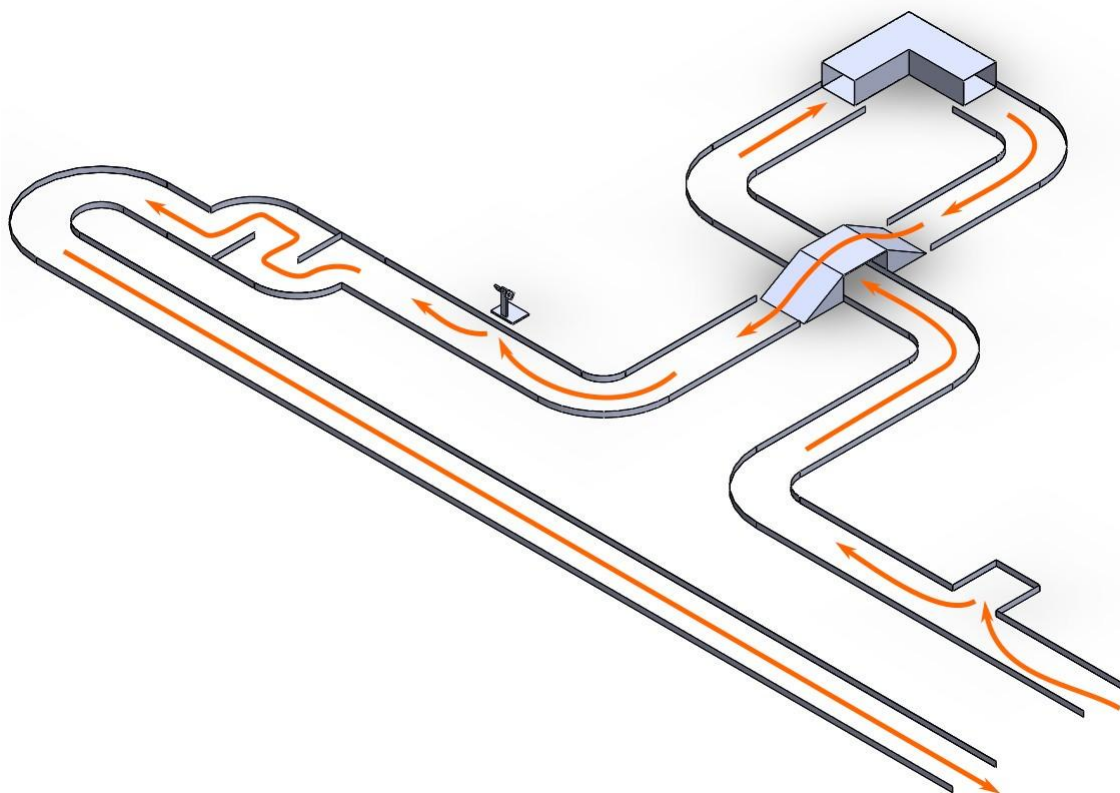

Figura 3 – Pista
a. Pista plana com 61 cm de largura e bordas laterais de 7,6 cm de altura, conforme apresentado na figura 3.
c. **Zona de Entrega** é um objeto independente colocado apenas fora do limite da trilha onde a carga é entregue. Tal objeto será colocado, aproximadamente, no local indicado na figura 3. A zona de entrega possui três aberturas de dois tipos para encaixe da carga, dois quadrados e um